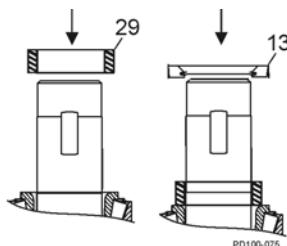

Figura 89 - Instale a vedação traseira
1. Instale os espaçadores da engrenagem (Figura 89, item 29).
3. Instale as vedações do óleo com as molas voltadas para fora (Figura 89, item 13).